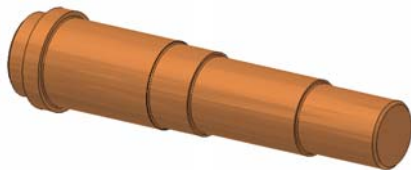

图 7-7 添加了倒角和圆角特征的传动轴
②单击【模型】标签栏【修改】面板上的【倒角】工具按钮, 打开【倒角】对话框, 选择传动轴两端的圆形边线为倒角边, 倒角方式为【倒角边长】, 设置倒角边长为2。单击【确定】按钮完成倒角特征。添加了倒角和圆角特征的传动轴零件如图 7-7 所示。